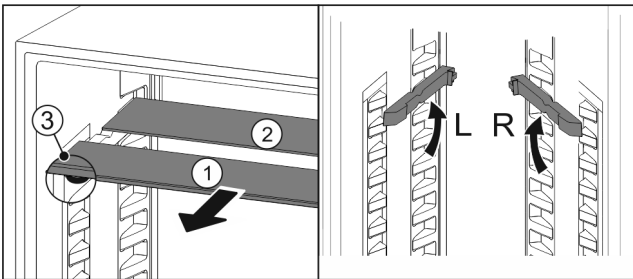

Fig. 59
- Посуньте Fig. 59 (1) відкидні пластини вперед.
- ▷ Відкидна пластина Fig. 59 (1) з декоративною планкою лежить спереду.
- ▷ Стопори Fig. 59 (3) показують вниз.